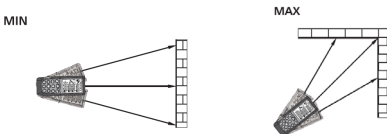

Fig. 5: Esempi di misura continua della distanza
4. Il valore minimo e massimo della distanza sono visualizzati nei display parziali mentre la misura continua in modo dinamico spostando lo strumento (vedere Fig. 5) è mostrata nel display risultante